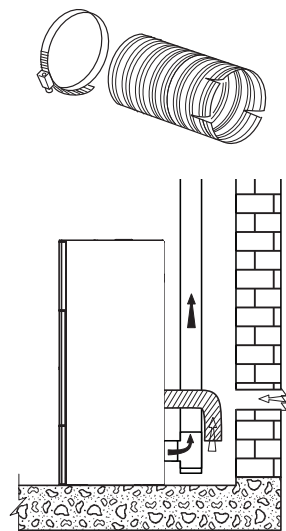

Abb. 5.5
- Verbrennung Luft Zufuhr vorbereiten. Falls der Ofen NICHT Raumluftunabhängig angeschlossen wird, muss trotzdem der mitgelieferte Aluminium Flexibel Rohr am Ofen angeschlossen werden und nach unten gebogen werden um eventuelle Resonanz Geräusche zu vermeiden (Abb. 5.5);